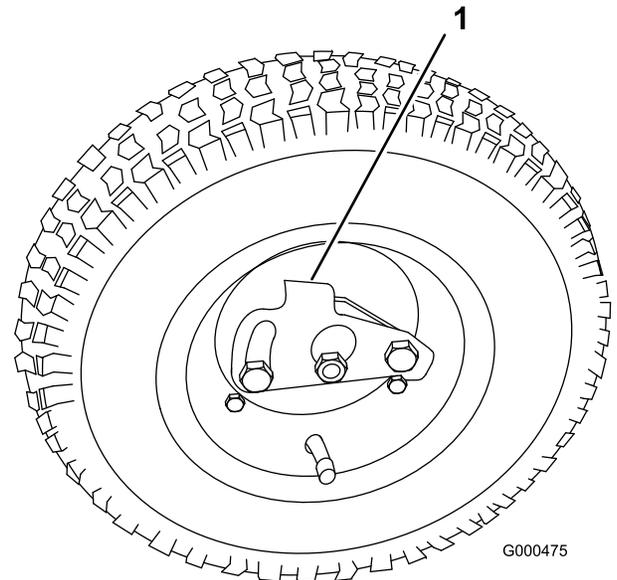

Figura 10
2. Presione la pletina de retención de la rueda hacia el centro de la rueda y deslice la rueda sobre el eje hexagonal (Figura 10).